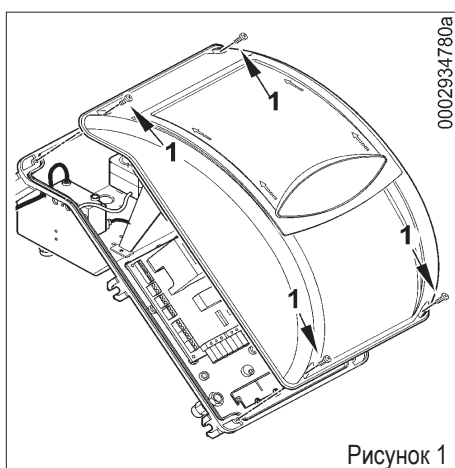

Рисунок 1
- Снимите крышку, открутив 4 винта (1), как показано на рис. 1, при этом не убирайте прозрачное окошко. Доступ к электрическому щиту горелки получен.